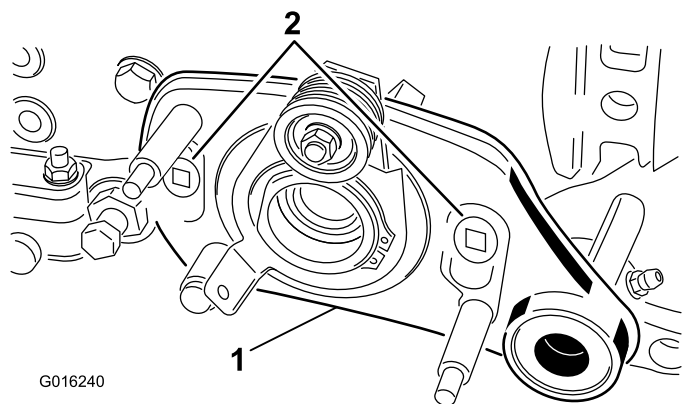

図 8
8. 駆動プレートアセンブリをカッティングユニットのフレームに固定しているホルダボルト2本を外す 図 8。
9. グルーミングシャフトとカッティングユニットからグルーマ駆動プレートアセンブリ 図 8を外し、グルーマのシムを回収する。